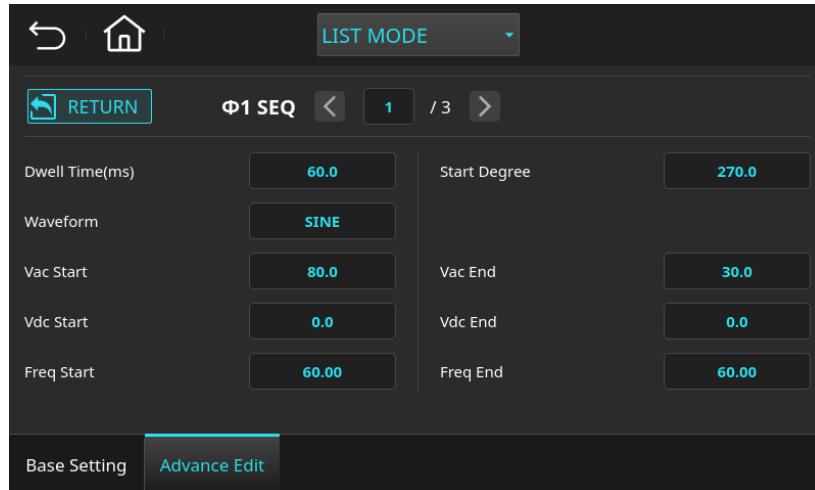

图 5-7 列表模式(List)设定页面(第一相序列 1 设定范例参数)
3. 选择 Φ1 SEQ1 后，点选 **EDIT** 编辑键，编辑参数如下图 5-7 所示。